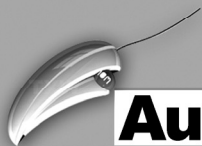

图 2-36 “多线编辑工具”对话框
8) 在命令行的“输入命令”提示下输入“MLEEDIT”并按〈Enter〉键, 弹出图 2-36 所示的“多线编辑工具”对话框。